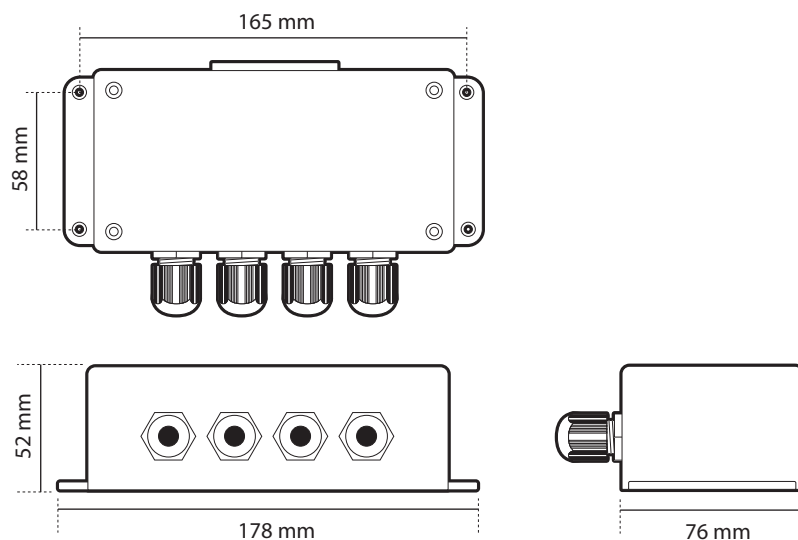

Abbildung 35 Abmessungen des Anschlusskastens
- Für das Verlegen der Kabel sollte um den AIS-Anschlusskasten herum ausreichend Platz vorhanden sein. Weitere Informationen zu den Abmessungen des Anschlusskastens finden Sie in Abbildung 35.